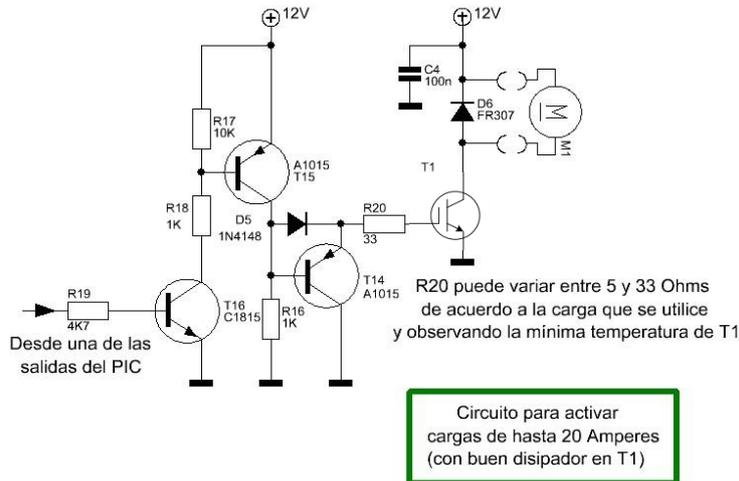

Figura 01. Circuito para excitar un transistor IGBT.
**5.1 Circuito de control de puerta de un IGBT.-** Simular el circuito de la figura 01 en Proteus, armar el circuito en protoboard, ingresar  $V_{in}=5V_{cc}$  y verificar que el motor enciende a la máxima potencia.